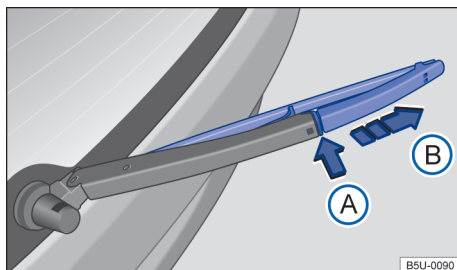

Fig. 129 Substituir a palheta do limpador do vidro traseiro.
- Manter o botão de destravamento → Fig. 129 ① pressionado.
- Retirar a palheta do limpador do vidro traseiro no sentido da seta ②.